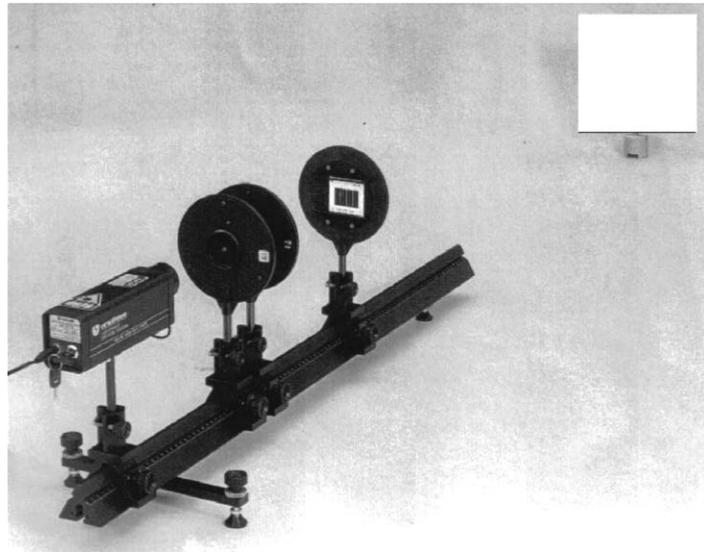

Figura 14.1 Montaje para estudiar la Interferencia y la Difracción
1. Haga el montaje que se muestra en la figura 14.1. Seleccione una distancia entre la rejilla y la pantalla (R). Anótela en la tabla 14.1 de la cartilla.
1. Haga el montaje que se muestra en la figura 14.1. Seleccione una distancia entre la rejilla y la pantalla (D) y manténgala constante.